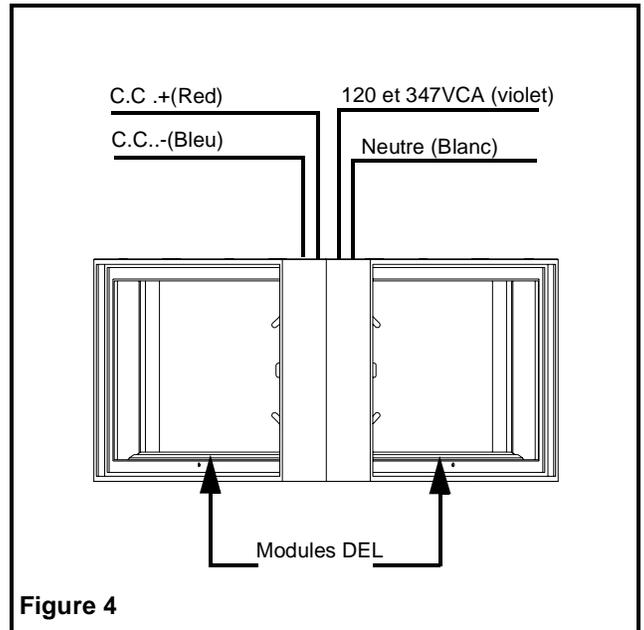

Figure 4
- Enfiler un écrou de sécurité Pal (5) de 3/8 po IPS sur la tige à environ 1/2 po de l'extrémité.
- Glisser une rondelle frein (13) sur la tige, glisser le pavillon (4) sur la tige. Glisser l'autre rondelle frein sur la tige et fixer à l'aide de l'écrou de sécurité Pal de 3/8 po IPS, jusqu'à affleuré avec l'extrémité.
- Glisser une rondelle frein (13) sur la tige, glisser le boîtier sur la tige. Glisser l'autre rondelle frein sur la tige et fixer à l'aide de l'écrou de sécurité Pal de 3/8 po IPS, jusqu'à affleuré avec l'extrémité.
6. Assurer un raccordement exact des fils. Sur le modèle de série universel, notre unité accepte une tension d'entrée de 120 VCA à 347 VCA (voir Figure 4).
Se rapporter au câblage C.A. et C.C. de la figure 4.